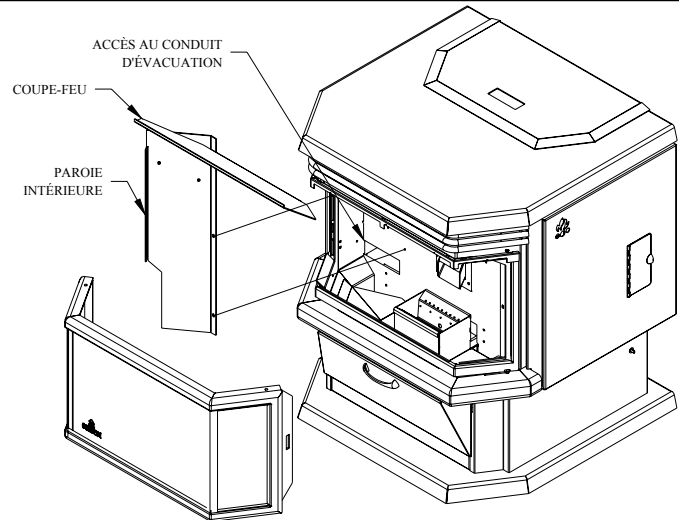

FIGURE 22
- Parois de la chambre à combustion:** De façon périodique, il est important de nettoyer les cendres qui peuvent s'être accumulées derrière les parois de la chambre à combustion. Commencez par enlever les panneaux d'imitation de maçonnerie, lesquels sont simplement tenus en place par des vis. Enlevez ensuite les deux parois métalliques situées de chaque côté de la chambre à combustion, lesquelles sont retenues par des vis. Nettoyez les parois et enlevez les cendres à l'aide d'un aspirateur. Vous remarquerez une trappe d'accès rectangulaire située à l'arrière de la paroi gauche. Retirez le petit panneau rectangulaire à l'aide d'un tournevis (voir figure 22). Insérez le bout de l'aspirateur dans le trou et enlevez tout résidu pouvant s'être accumulé. **RÉPÉTEZ CETTE OPÉRATION DE NETTOYAGE AU MOINS UNE FOIS PAR TONNE DE GRANULES BRÛLÉES, ET CE JUSQU'À CE QUE VOUS SOYEZ FAMILIER AVEC LE NIVEAU D'ACCUMULATION DES CENDRES DANS VOTRE APPAREIL.**